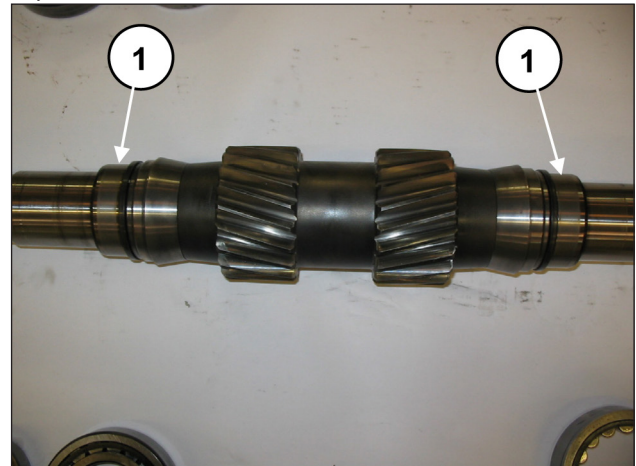

Abb. 53
Montieren Sie vorläufig die Pleuellstange: setzen Sie die 2 Innenringe der Pleuellringe (einen pro Seite) auf die Pleuellstange (Pos. ①, Abb. 53).